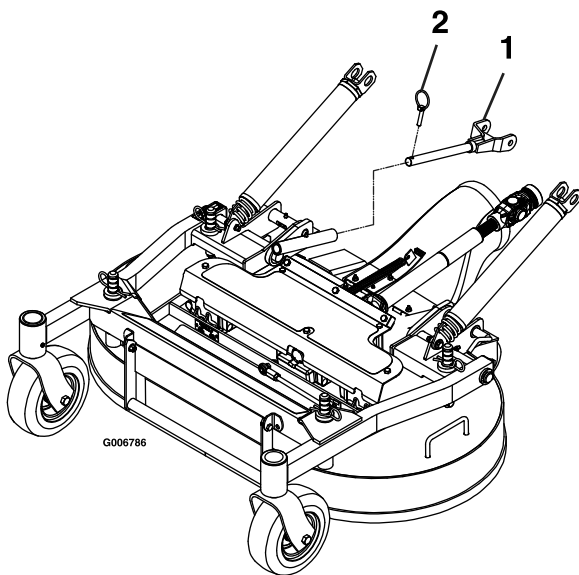

Figure 67
6. Retirez les goupilles à anneau à l'avant des bras de poussée, de chaque côté de la machine (Figure 67).
5. Fixez les bras de poussée sur les côtés gauche et droit de la machine avec des goupilles à anneau (Figure 67).